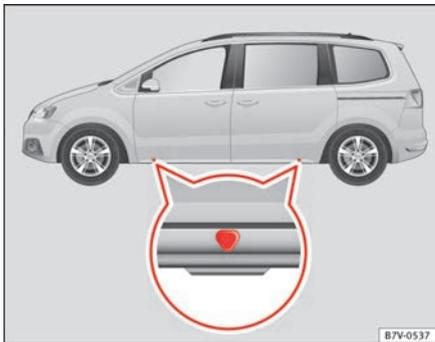
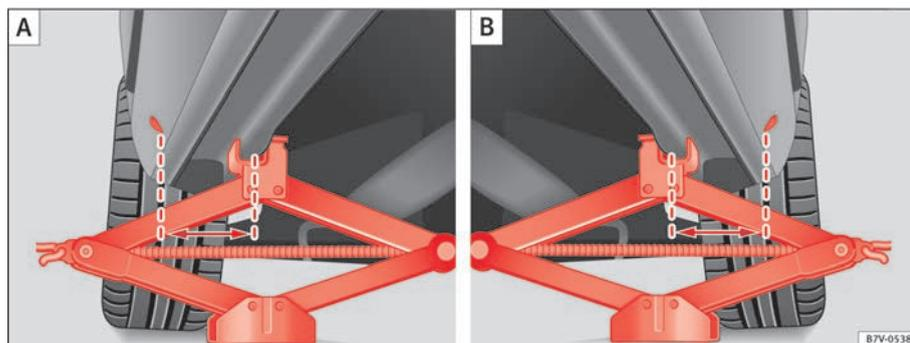

Abb. 192 Aufnahme-
Abb. 193 **A**: Wagenheber vorn an der linken Fahrzeugseite angesetzt, **B**: Wagenheber hinten an der linken Fahrzeugseite angesetzt.
Der Wagenheber darf nur an den gezeigten Aufnahmepunkten (Markierungen in der Karosserie) angesetzt werden \Rightarrow Abb. 192. Die Markierung zeigt die Position der Aufnahmepunkte **unter** dem Fahrzeug an. Die Aufnahmepunkte befinden sich an Stegen, die **hinter** den vorderen Kanten liegen \Rightarrow Abb. 193. Es gilt der Aufnahmepunkt, der sich bei dem jeweiligen Rad befindet \Rightarrow .
5. Den Wagenheberaufnahmepunkt \Rightarrow Seite 355, Abb. 192 unter dem Fahrzeug suchen, der dem zu wechselnden Rad am nächsten liegt.
7. Sicherstellen, dass der Wagenheberfuß mit der ganzen Fläche sicher auf dem Boden steht und sich der Wagenheberfuß genau unter dem Ansetzpunkt \Rightarrow Seite 356, Abb. 193 befindet.
8. Den Wagenheber ausrichten und gleichzeitig die Wagenheberklaue weiter hochkurbeln, bis die Klaue den Steg unter dem Fahrzeug \Rightarrow Seite 356, Abb. 193 umfasst.
- Wagenheber nur an den beschriebenen Stellen ansetzen. Die Klaue des Wagenhebers muss den Steg des Unterholms sicher umfassen ⇒ Seite 356, Abb. 193.